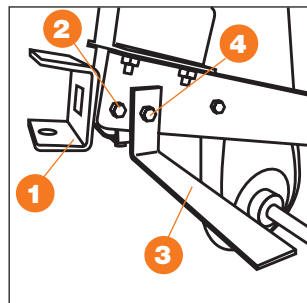

Рис. 5
- Закрепите на раме сцепное устройство **1** при помощи фиксирующего болта с гайкой **2** (Рис. 5).
- Установите на раму кронштейн крепления крыла **3**, закрепите фиксирующим болтом с гайкой **4** (Рис. 5).